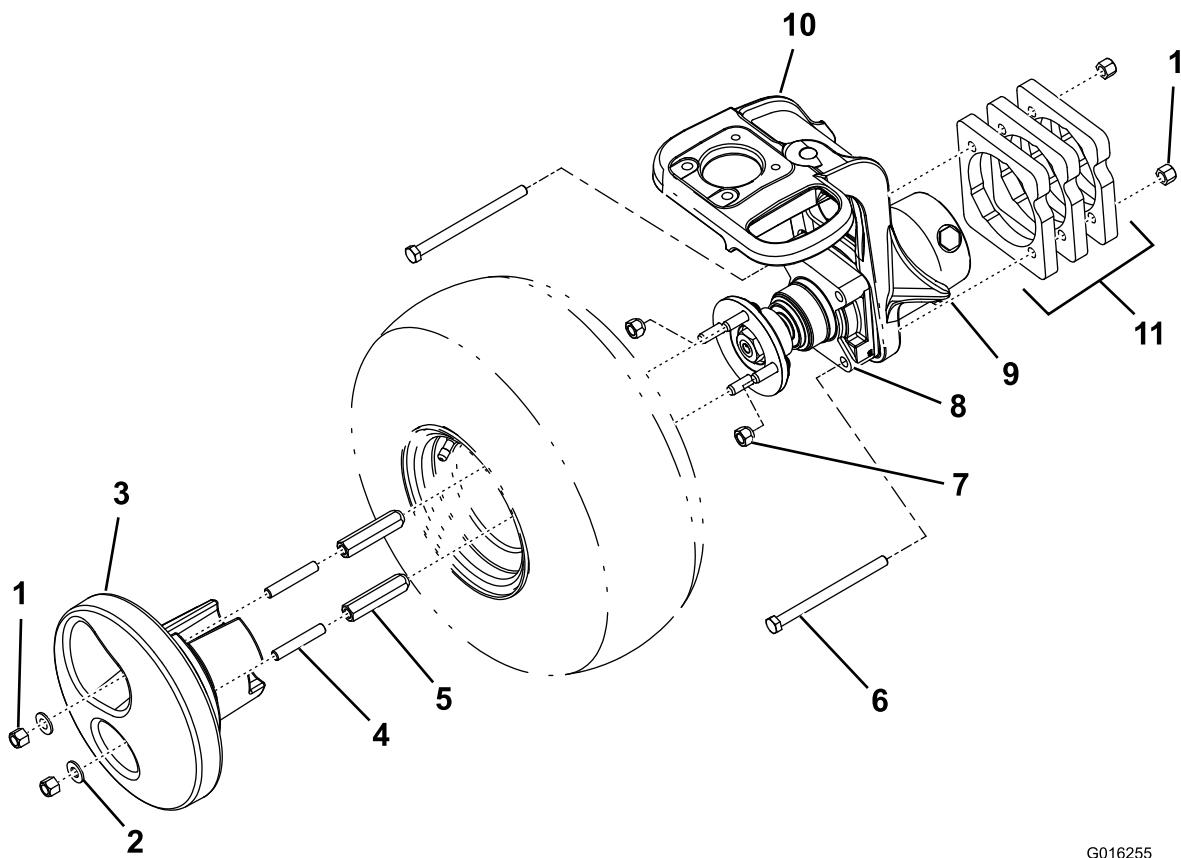

Figura 1
3. Eleve a máquina com um macaco no ponto de suspensão (Figura 1).
4. Retire as 4 porcas de roda na roda em pares posicionadas diagonalmente uma em relação à outra (Figura 1).
6. Retire os 2 parafusos restantes que prendem o motor da roda à forquilha da roda giratória (Figura 1).
7. Monte as 3 placas de peso no lado direito da forquilha da roda giratória com 2 parafusos de cabeça sextavada ($\frac{1}{2}$ pol. x 6 pol.) e 2 porcas de bloqueio do kit (Figura 1).